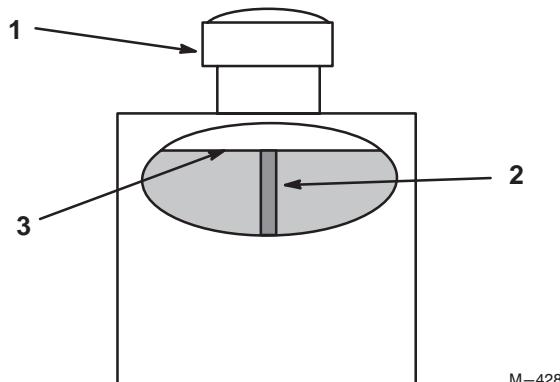

Figure 9
2. Nettoyez la surface autour du goulet de remplissage du réservoir hydraulique (Fig. 9).
3. Enlevez le bouchon du goulet de remplissage et vérifiez si le réservoir contient du liquide (Fig. 9).
Remarque : Quand il est chaud, le liquide doit atteindre le haut du déflecteur (Fig. 9).